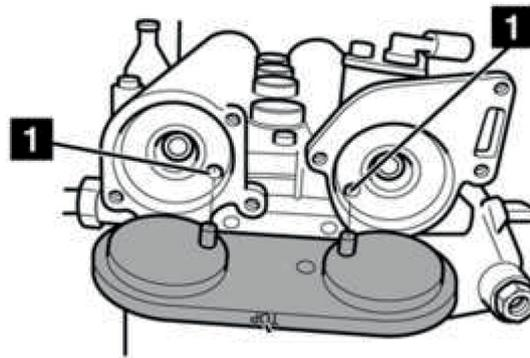

Fig. 1
1. Retirar as tampas cegas da parte de trás da cabeça do cilindro e rodar a cambota no sentido normal de rotação. Em alternativa, rode a cambota 360° até que os orifícios nas extremidades das árvores de cames fiquem posicionados como se mostra na Fig. 1.
2. Introduzir a ferramenta de fixação da árvore de cames (A) e certificar-se de que está firmemente colocada para bloquear as árvores de cames. O dispositivo de bloqueio deve ser colocado no orifício da árvore de cames de escape, como indicado na fig. 1.